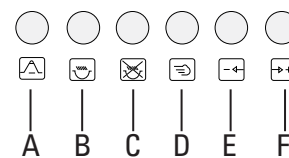

fig. 9: Elektronische klok
### Kookwekker (zie fig. 9)
### Instellen baktijd (zie fig. 9)
**Automatisch in- en uitschakelen** (zie fig. 9)